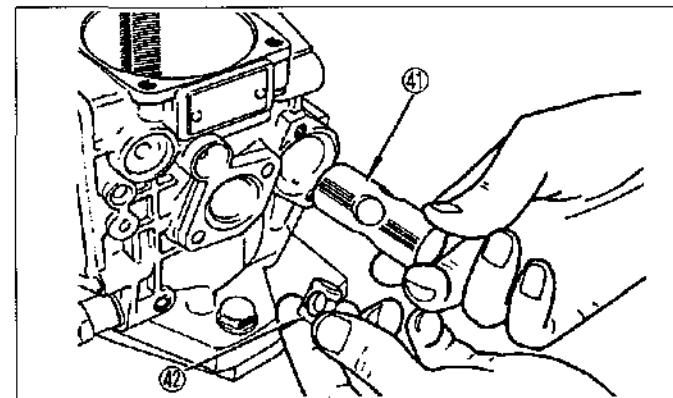

Figura.12-22 Extracción del pistón del variador
(4) Presione el pistón del variador ④ junto con el pistón secundario del variador ② desde cualquier lado teniendo cuidado de que no caiga el pistón secundario ②. (Vea la figura.12-22)